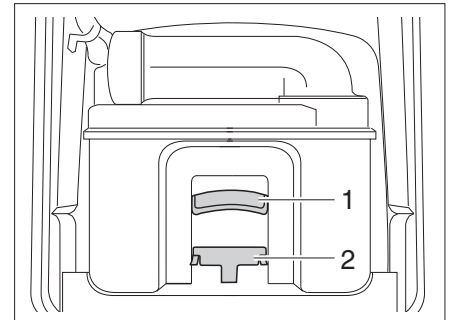

Bild 122 Thetford-Kassette
- Haltebügel (Bild 122,1) nach oben ziehen und Thetford-Kassette (Bild 122,2) herausziehen.
- Darauf achten, dass die Kassette durch den Haltebügel (Bild 122,1) gesichert ist.